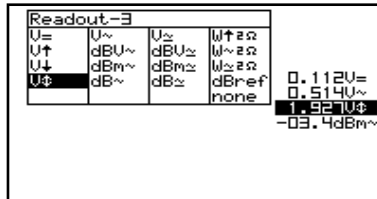

Fig 23
6. Use las teclas en forma de flecha para seleccionar la función deseada para la lectura de medida 3. (fig. 23)